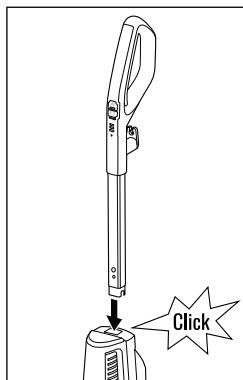

Fig. 1
- ◆ Introduzca la pieza manual ① en el orificio de la parte superior del aparato hasta que la pieza manual ① encastre audiblemente en el orificio (consulte la fig. 1).